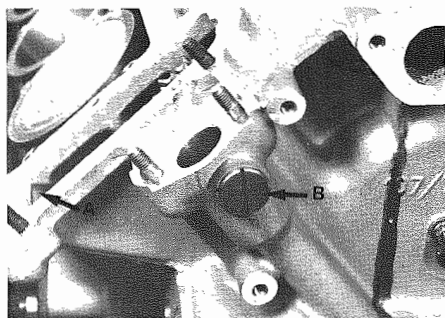
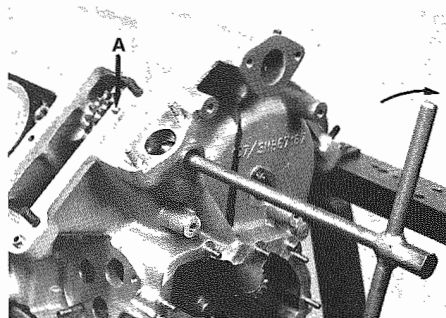

Fig. 82 - A) Pattino guidacatena - B) Tappo
Fig. 83 - Estrattore n. 12 - A) Vite
- Allentare il tappo di **Fig. 82**, rimuovere la guarnizione ed inserire l'estrattore n. 12 (in assenza è sufficiente una vite $\varnothing 8$) sull'albero galoppino (**Fig. 83**).
- Ruotare in senso orario l'estrattore fino all'espulsione della spina di arresto laterale A (**Fig. 82**). Sfilare l'alberino e togliere l'ingranaggio. Verificare l'usura del cuscinetto.
- Smontare il pattino guida catena (**Fig. 82**).
- Loosen plug of **Fig. 82**, remove the gasket and fit puller No. 12 (if not available, a $\varnothing 8$ screw is sufficient) on the guide gear shaft (**Fig. 83**).
- Rotate the puller clockwise till the ejection of side retaining pin A (**Fig. 82**). Withdraw the shaft and remove the gear. Check bearing wear.
- Disassemble chain guide pad (**Fig. 82**).